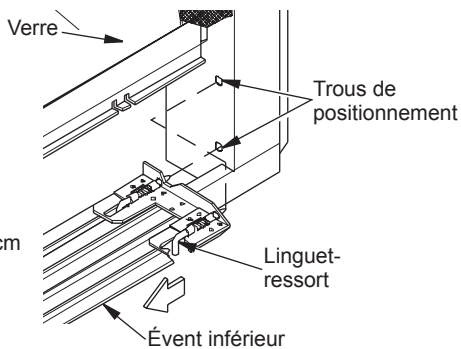

Figure 25 - Retrait des événements
1. Pour enlever les événements, tirez sur les deux linguets-ressorts (situés à chaque extrémité de l'événement) vers le centre de l'appareil, en même temps, de manière à les dégager des trous de positionnement. Refaites la même opération pour les linguets-ressorts situés sur l'extrémité inférieure (voir figure 25).